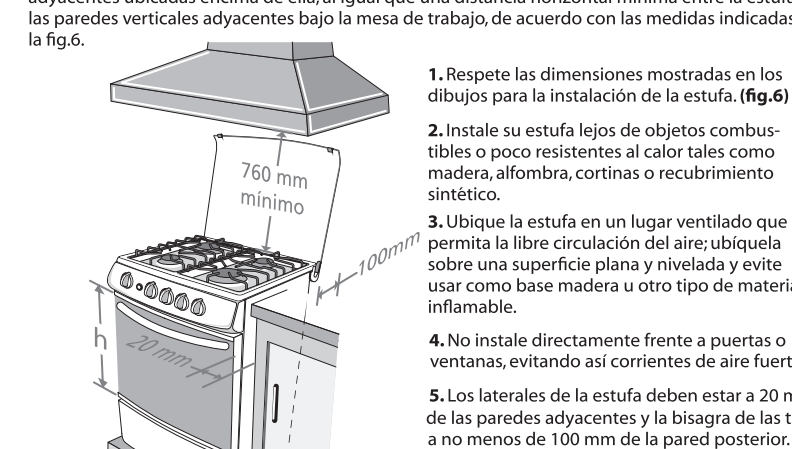

fig. 6
Se debe mantener una distancia vertical mínima entre la estufa y las paredes horizontales adyacentes ubicada encima de ella; al igual que una distancia horizontal mínima entre la estufa y las paredes verticales adyacentes bajo la mesa de trabajo, de acuerdo con las medidas indicadas en la fig.6.
1. Respete las dimensiones mostradas en los dibujos para la instalación de la estufa. (fig.6)
6. El techo, los armarios y el extractor de aire deberán estar a 760 mm (como mínimo). Sobre la cubierta de la estufa (ver fig.6).